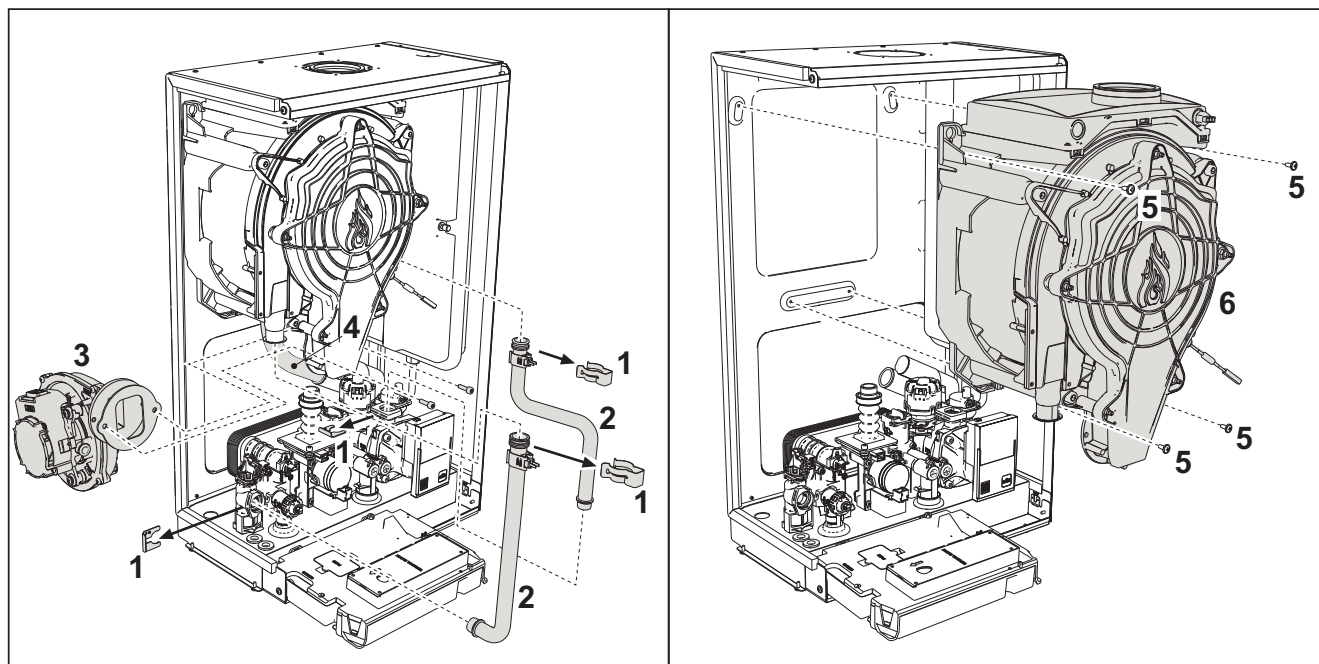

рис. 40- Основной теплообменник
- Снимите 2 **верхних винта "5"** крепления теплообменника к раме (рис. 40).
- Снимите 2 **нижних винта "5"** крепления теплообменника к раме (рис. 40).